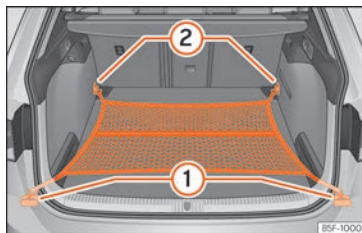

Fig. 151 En el maletero: bolsa de red enganchada a ras del suelo (modelo Leon Sportourer ST).
- Fije los ganchos de la red en las argollas de amarre ① y ② »» fig. 151 »» ⚠. La cremallera de la bolsa tiene que quedar hacia arriba.